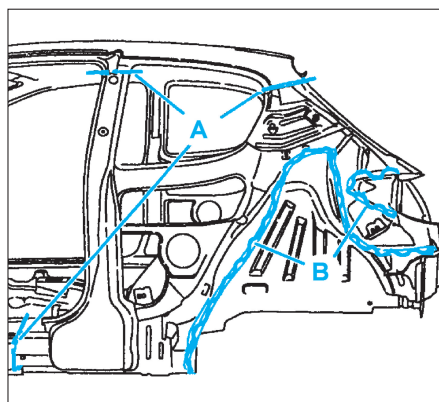

FIG. 111
- Retoucher les coupes suivant (A) (coupe définitive) (Fig.111).